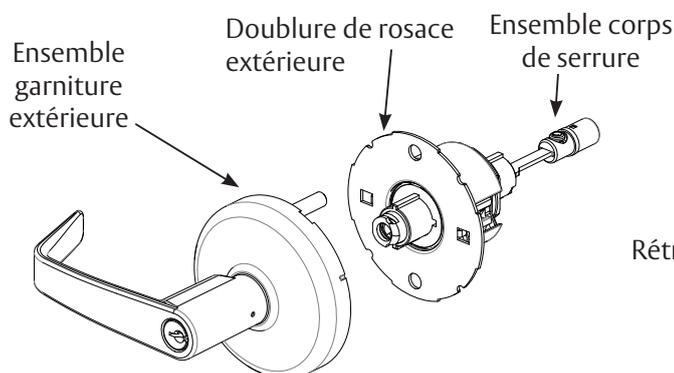

Figure 5
1. Retirez l'ensemble garniture extérieure de l'ensemble corps de serrure. Le levier, la rosace et le bloc-ressort seront retirés en un bloc de l'ensemble corps de serrure. Voir figure 5.